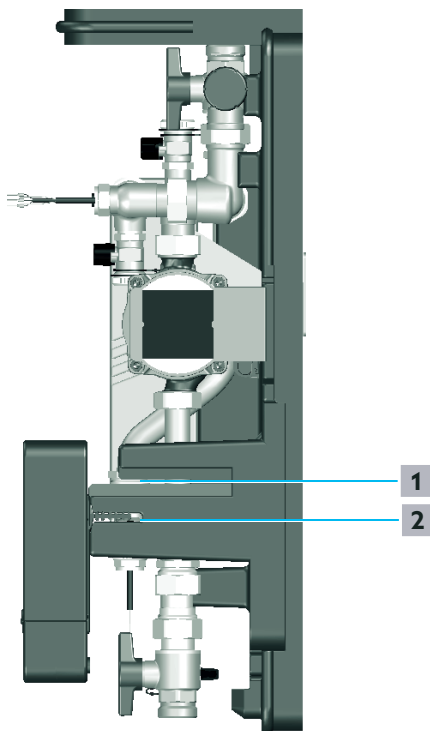

Abb. 30: Montageposition
- 3 Drehen Sie den Regler und fixieren Sie diesen in der Montageposition wie in Abb. 30 auf Seite 45.